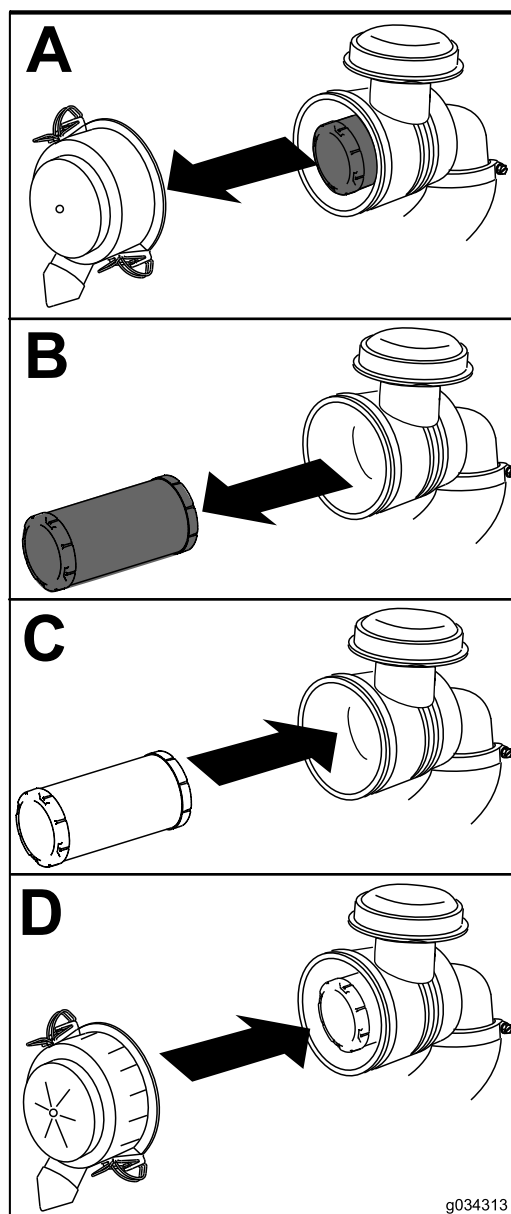

Figure 38
1. Sortez l'élément filtrant hors du boîtier du filtre à air avec précaution (Figure 38).
4. Reposez le couvercle du filtre à air, le côté identifié comme étant le HAUT dirigé vers en haut, puis verrouillez-le en place (Figure 38).